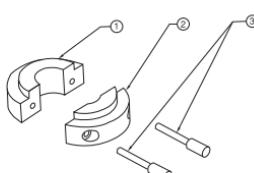

Figura 3
1. Montare le due sezioni del morsetto per un braccio per fleboclisi (elementi 1 e 2 nella Figura 3) attorno al braccio.